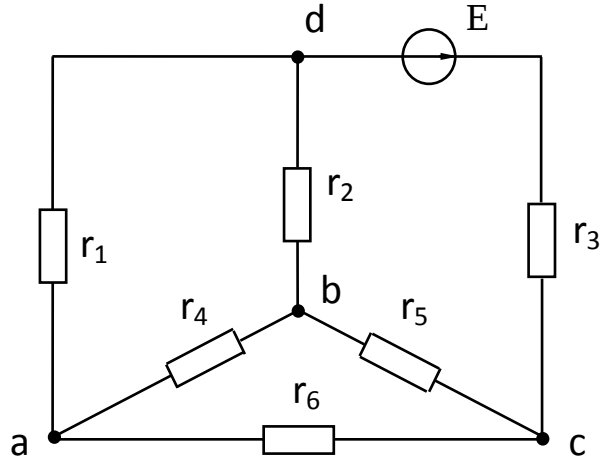

Рисунок 1.9
1. Перетворити схему (рис. 1.9) до одноконтурної, якщо $E=100$ В, $r_1=24$ Ом, $r_2=4$ Ом, $r_3=12$ Ом, $r_4=12$ Ом, $r_5=6$ Ом, $r_6=18$ Ом.